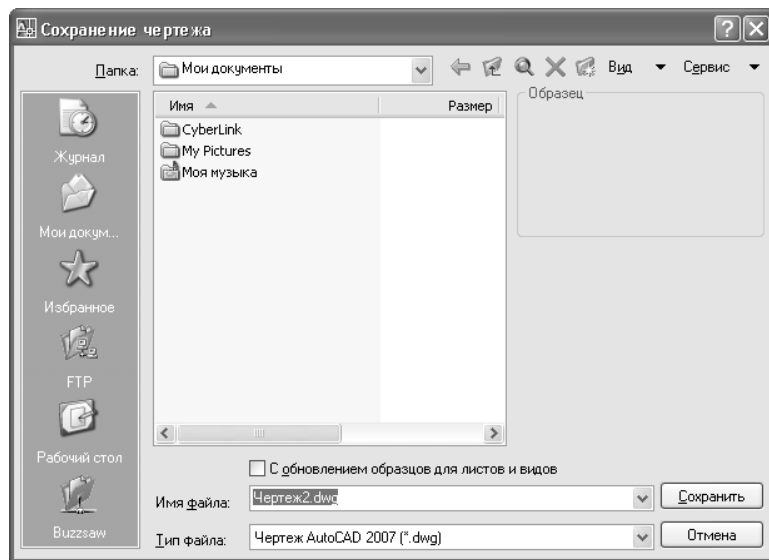

Рис. 3.13 ▼ Диалоговое окно **Сохранение чертежа** (Save Drawing As)
1. Щелкните на кнопке  **Сохранить** (Save) панели инструментов **Standard** или выберите из меню команду **Файл** ⇒ **Сохранить** (File ⇒ Save) либо введите в командном окне команду **Сохранить** (QSAVE) или нажмите **Ctrl+S**. Откроется диалоговое окно **Сохранение чертежа** (Save Drawing As) (рис. 3.13).